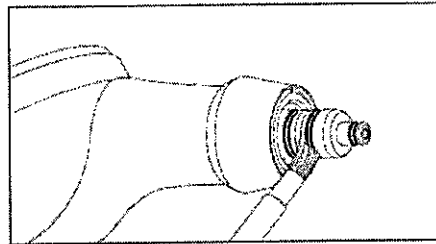

Fig.10
- ① Limpie perfectamente el interior de la unión de la pieza de mano y la parte del anillo "O" del depósito de polvo, utilizando el cepillo accesorio para la limpieza. (Fig. 10)